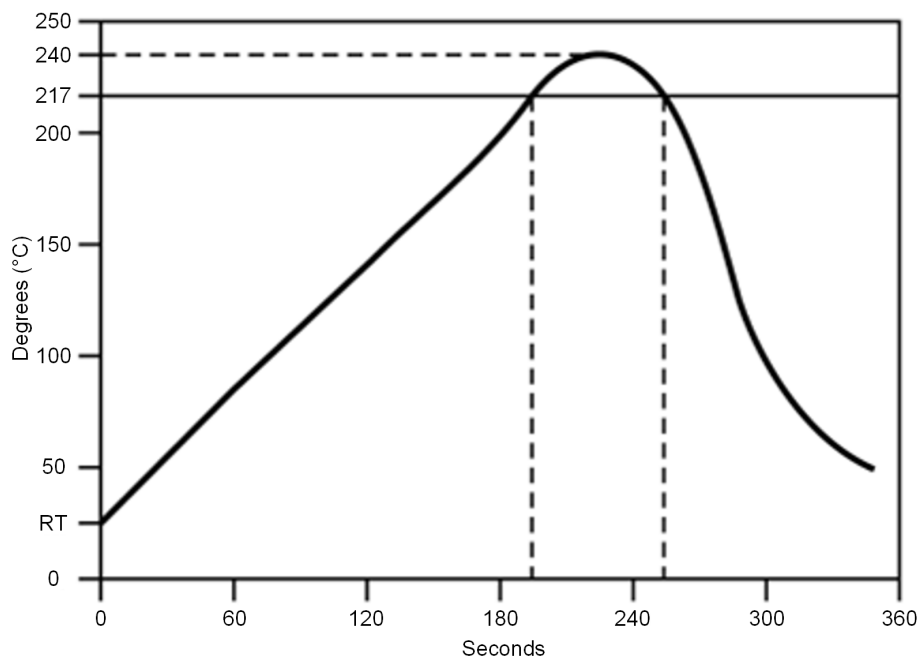

图 11-1. 用于评估元件 (焊点处) 焊料耐热性的温度曲线
- 温度测量：在焊接部分使用热电偶  $d = 0.1\text{mm}$  至  $0.2\text{mm}$  CA (K) 或 CC (T)，或等效方法
- 允许的回流焊次数：根据回流焊曲线，2 次 (请参阅图 11-1)
- 温度曲线：回流焊将根据温度曲线进行 (请参阅图 11-1)